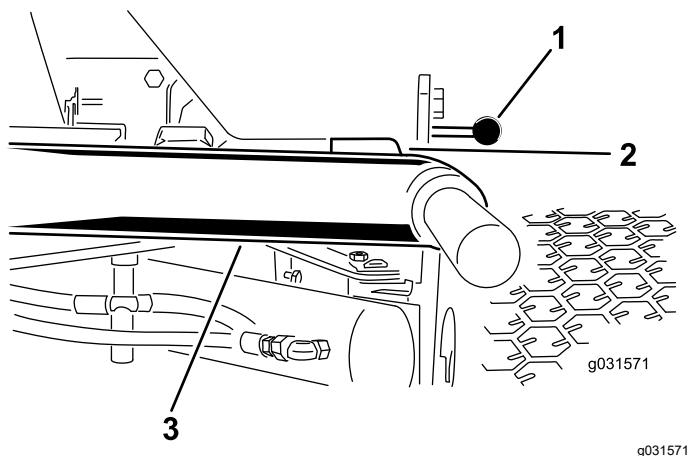

Figura 11
1. Avviate il motore, sollevate gli apparati di taglio e verificate che il gioco tra ogni braccio di sollevamento e la staffa della piastra di appoggio sia di 5-8 mm, come illustrato nella Figura 11.